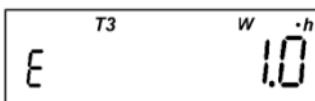

Рисунок 4.10
- количество потребленной активной энергии (отображаются мнемоникой "W·h") (рисунок 4.10):